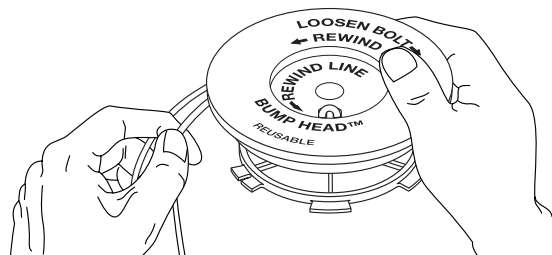

Fig. 37
- Enroulez les fils en couches uniformes serrées sur le moulinet (Fig. 37). Enroulez le fil dans le sens indiqué sur le moulinet intérieur. Placez votre index entre les deux fils pour les empêcher de se superposer. Ne superposez pas les extrémités du fil. Passez à l'étape 11.